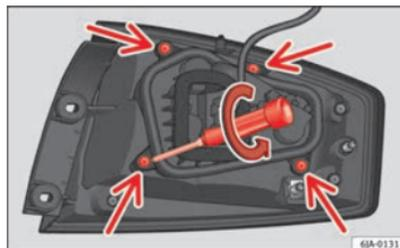

Fig. 164 Parafusos de fixação na parte posterior da unidade de luz traseira
- Desaperte os quatro parafusos de fixação do porta-lâmpadas para a esquerda com a chave de fendas fornecida ou com uma chave Torx 20 (T20) ⇒ Fig. 164. Ter cuidado para não perder os parafusos de fixação do porta-lâmpadas.